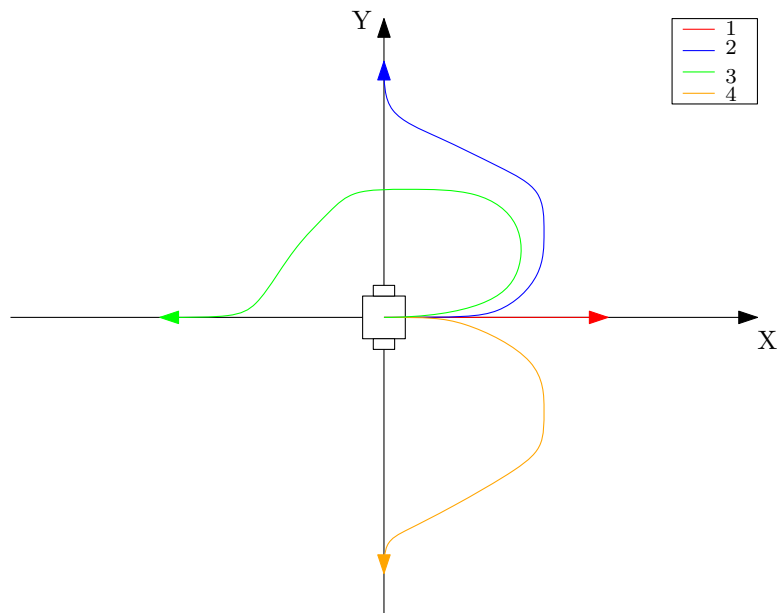

Рис. 9. Пример выполнения задания 1.
- 4 Записать в файл координаты робота  $x$  и  $y$  во время его движения в целевые точки, заданные преподавателем. После выполнения этого пункта у вас должно быть 4 разных файла с данными. Пример рис. 9. Стоит учесть, что на рисунке указаны простейшие точки:  $(1, 0)$ ,  $(0, 1)$ ,  $(-1, 0)$ ,  $(0, -1)$ , но робот должен будет проехать к любым точкам, которые будут заданы преподавателем.